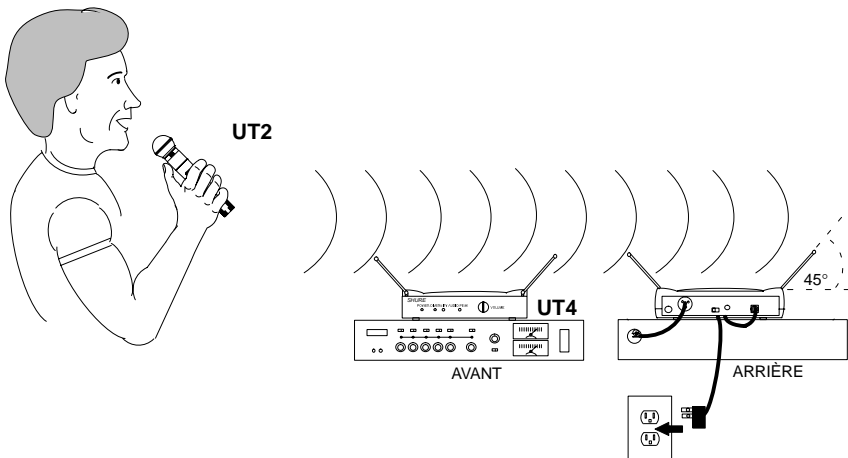

FIGURE 8
1. Voir la figure 8. Connecter l'adaptateur de courant alternatif fourni au connecteur d'ENTRÉE courant continu situé au dos du récepteur. Insérer le câble de l'adaptateur dans le collier de câble. Brancher l'adaptateur dans une prise électrique murale ou toute autre prise électrique c.a. (utiliser PS20 pour l'alimentation 120 V c.a., 60 Hz; utiliser PS20E pour l'alimentation 230 V c.a., 50 Hz). Le témoin vert d'ALIMENTATION du récepteur doit s'allumer.